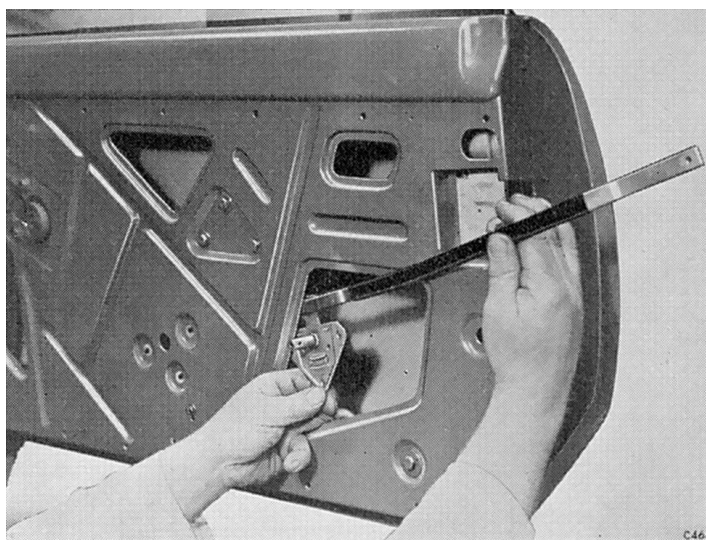

Fig. 31. Dépose de la commande à distance de la portière
- (b) Retirer l'attache ressort (27) et la rondelle ondulée (28) puis détacher le bras de commande de la serrure.
- (c) Retirer trois vis (21) puis enlever le mécanisme de fermeture à distance (14) de la portière (Fig. 31).